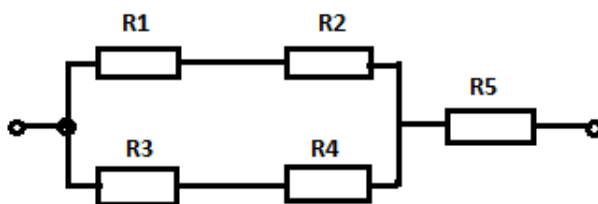

Рис.1
1. Вычислите эквивалентное сопротивление электрической цепи, приведенной на рис.1, если $R_1=2\text{Ом}$, $R_2=3\text{Ом}$, $R_3=5\text{Ом}$, $R_4=R_5=10\text{Ом}$.